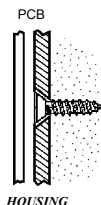

Figura 1: Posizione vite di montaggio
8. Montare la copertura posteriore del trasmettitore alla parete tramite due viti. Usare le viti accecate ISO 7050 (ST3.5 x 22) o simili, di modo che la testa della vite non toccherà il PCB – vedere la figura 1.